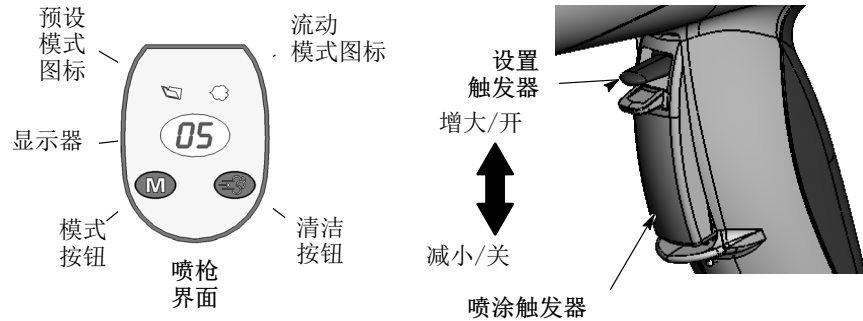

图 4 - 3 喷枪控制
1. 详见图4 - 3。释放喷涂触发器。触发喷枪后，无法更改预设。
1. 详见图4 - 3。按住模式按钮，直到流动模式图标亮起。